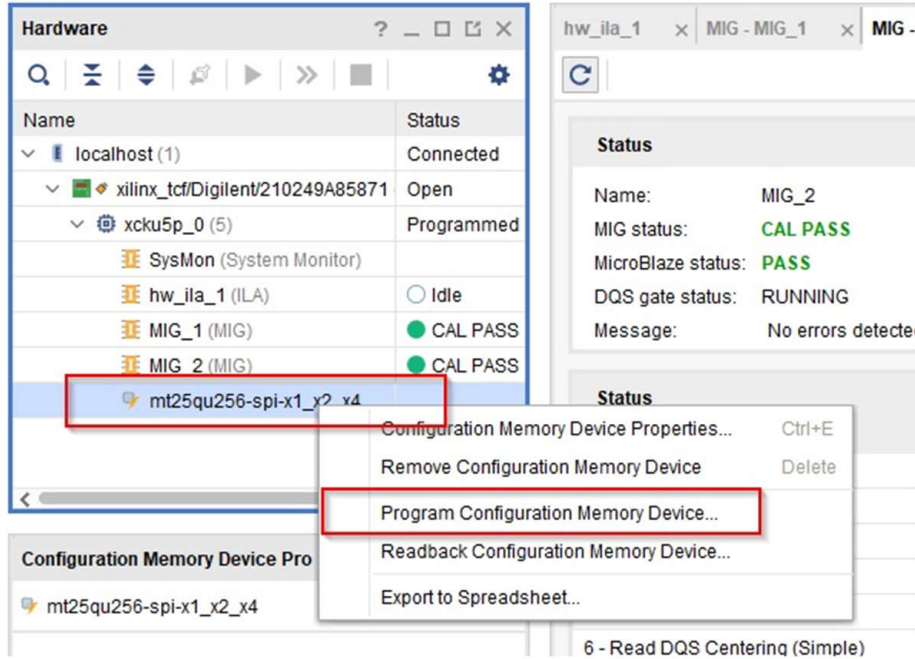

图 3-2. 对存储器器件进行编程
8. 右键点击器件“mt25qu256-spi-x1_x2_x4”，然后点击 *Program Configuration Memory Device* (请参阅图 3-2)。